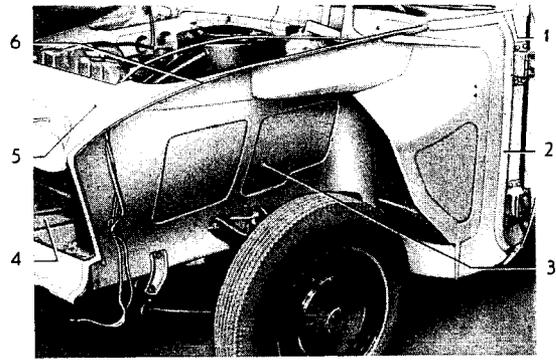

Bild 5 - Dichtungstreifen L 007 586 auf Anlageflächen für Kotflügel aufgelegt
2. Dichtungstreifen L 007 586 auf alle für den Kotflügel vorgesehenen Anlageflächen auflegen, gleichmäßig andrücken und Papierfolie abziehen (Bild 5).